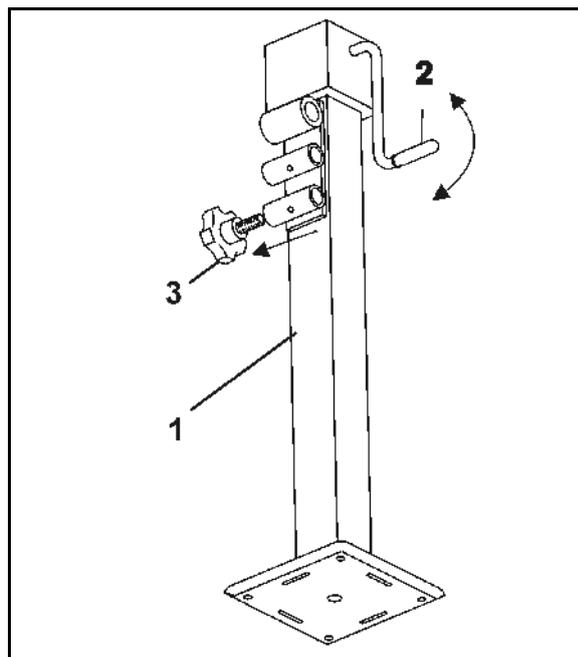

Fig. 28
- La béquille est abaissée lorsque l'outil est dételé. **Pour relever la béquille (Fig. 28/1) :**
1. Relevez la béquille en tournant la manivelle (Fig. 28/2).
2. Tirez l'axe (Fig. 28/3).
### Pour abaisser la béquille (Fig. 28/1) :
1. Tirez l'axe (Fig. 28/3).
3. Abaissez la béquille en tournant la manivelle (Fig. 28/2).